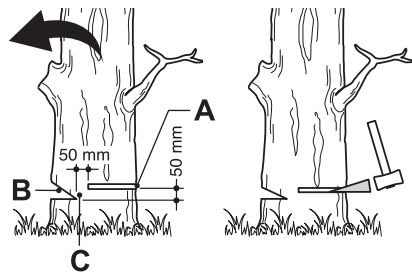

Fig. 29
Efetue o entalhe (Fig. 29, B) em 1/3 do diâmetro da árvore, perpendicularmente à direção da queda (Fig. 29). Efetue primeiro o corte do entalhe horizontal na parte inferior. Isto irá ajudar a evitar o aperto da corrente ou da lâmina quando estiver a efetuar o segundo entalhe.
1. Efetue o corte do entalhe complementar (Fig. 29, A) a pelo menos 50 mm acima do corte do entalhe horizontal (Fig. 29). Mantenha o corte do entalhe complementar em paralelo ao corte do entalhe horizontal. Efetue o corte do entalhe complementar de modo a que exista madeira suficiente para atuar como se fosse uma dobradiça. A madeira que atua como dobradiça (Fig. 29, C) impede que a árvore se dobre e caia na direção errada. Não corte através da dobradiça.